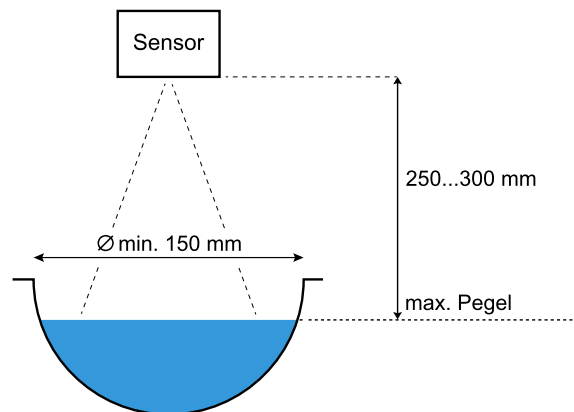

Abbildung 9 Installation des SQ-R über halbrohrförmigen Kanälen
- The distance between the bottom of the pipe and the sensor should be the max. water level plus 250 ... 300 mm (see Abbildung 9).